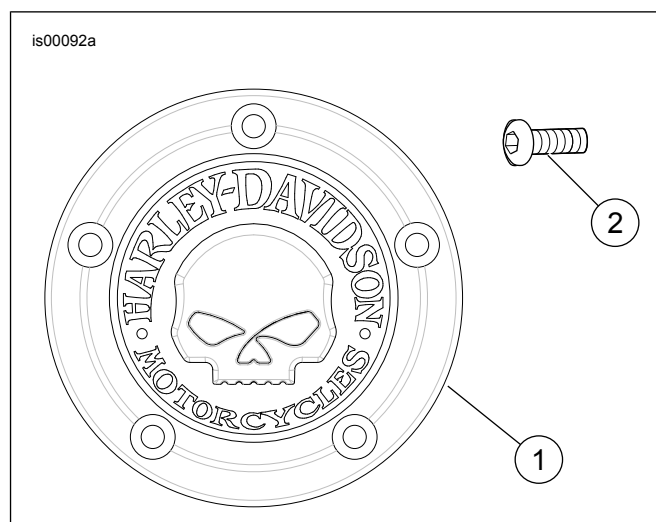

Figura 1. Componente de service: Kit Capac Timer
Consultați Figura 1 și Tabelul 1.
1. A se vedea figura 1. Demontați și dezafectați cele cinci șuruburi care fixează capacul Timer original.
3. Așezați noul capac Timer (1) pe poziție și fixați-l cu șuruburile TORX® (2). Strângeți.